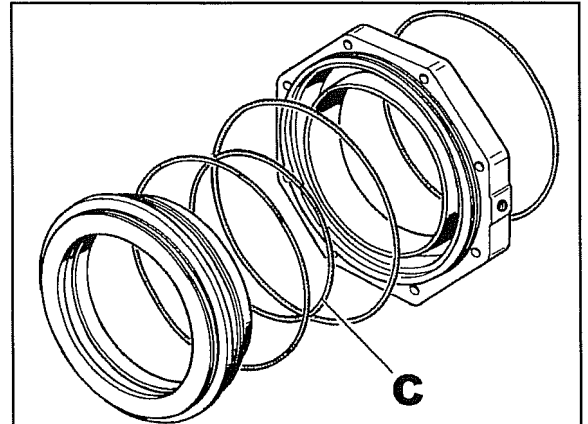

Fig. 30
La fig. 30 montre en détail le cylindre, le piston et les joints d'étanchéité.
- Lors du remontage du piston dans le cylindre, faire tout particulièrement attention que le joint **C** fig. 30 d'étanchéité sur le diamètre intérieur, reste dans son logement pendant l'opération.